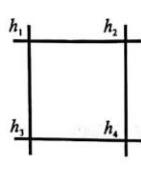

图 1-9 全挖(全填)方格
1) 方格的四个角点全部为挖方或填方，见图 1-9，其挖(填)方的土方量为：